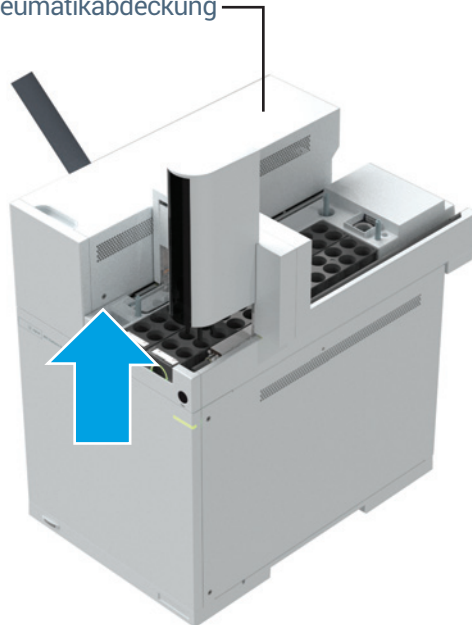

Abb.3. Entfernen Sie die T-20-Torx-Schraube von der Pneumatikabdeckung.
- 2 Entfernen Sie die T-20-Schraube zur Sicherung der Abdeckung (**Abbildung 3**).